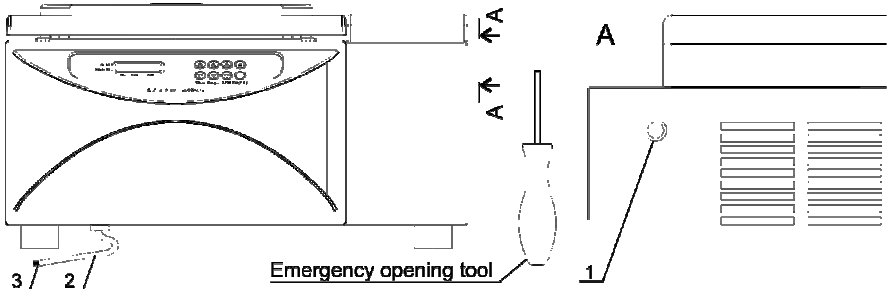

Abb. 3. Vorderseite und rechte Seite der Zentrifuge
- R-12/10 Rotor ❸ auf Anfrage
- R-12/15 Rotor ❹ auf Anfrage
- R-2 Rotor ❺ auf Anfrage
- R-24GC Rotor für Gelkarten ❻ auf Anfrage
- RR-U Rotorständer ❼ auf Anfrage
- BN-13/75, BN-13/100 und BN-16/100 (für R-12/10) und BN-11/30 (für R-6P) Adaptersets ❽ auf Anfrage
- Vergewissern Sie sich, dass der Entwässerungsschlauch (Abb. 3/2) mit einem Stopper (Abb. 3/3) verkorkt ist, um eine Erhöhung der Temperaturbedingungen in der Kammer zu vermeiden.
- Der Entwässerungsschlauch (Abb. 3/2) muss während des Zentrifugierens mit dem Stopper (Abb. 3/3) verkorkt werden, damit die Temperaturbedingungen in der Kammer konstant bleiben.
- Vergewissern Sie sich, dass der Rotor vollkommen stillsteht. Führen Sie in das Notöffnungsloch auf der rechten Seite des Geräts ein Notöffnungswerkzeug ein (Abb. 3/1), drücken Sie es hinein, bis ein Klick zu hören ist, und öffnen Sie die Klappe.
- 6.4. Sie müssen Eis und Kondensat vollständig aus der Zentrifugenkammer entfernen. Um das Reinigen zu erleichtern, ist die Zentrifugenkammer mit einem Entwässerungsloch mit Schlauch (Abb. 3/2) ausgerüstet. Um die Kammer zu reinigen, stellen Sie das Rohr in einen geeigneten Behälter und lassen Sie die Flüssigkeit herauslaufen.